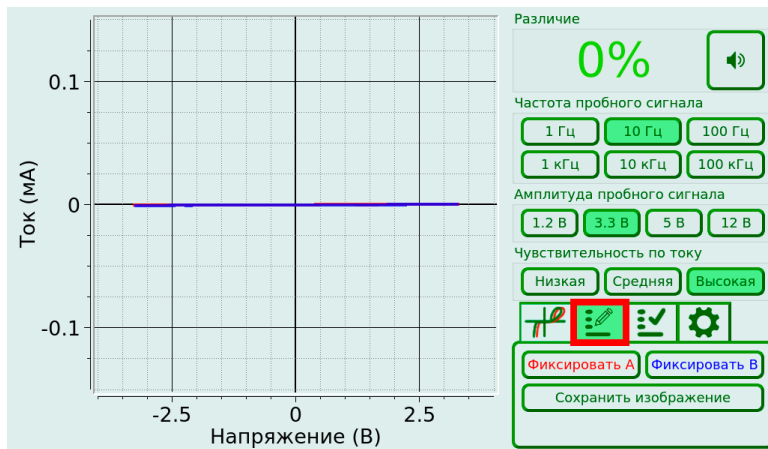

Рисунок 13. Внешний вид вкладки создания плана тестирования
1. Выберите вкладку записи плана тестирования  (Рисунок 13).